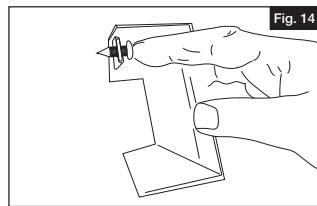
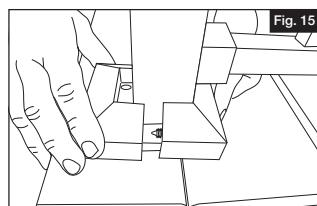

Fig. 14
Fig. 15
- Assembler le couvercle de garniture de poteau en deux pièces en insérant une attache dans chaque moitié de garniture (Fig. 14). Encliqueter les garnitures en place (Fig. 15) pour dissimuler la bride du poteau.